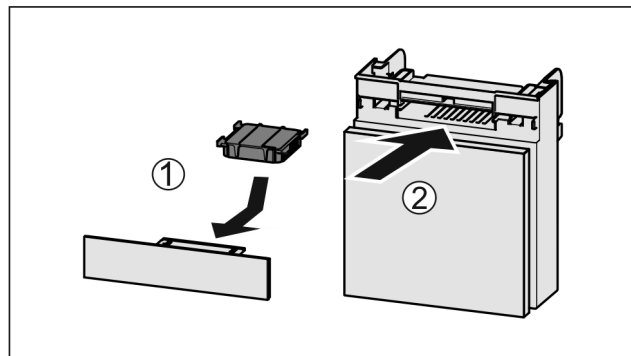

Fig. 109
- ▶ Filtr s aktivním uhlím vložte podle vyobrazení Fig. 109 (1).
- ▶ Zásuvku zasuňte Fig. 109 (2).